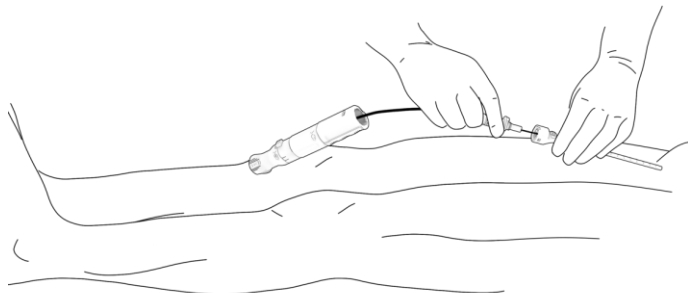

Abbildung 8. Vorschieben des PerQseal+ Gefäßverschlusssystems zur Einführschleuse
- b. Die Ladekanüle über den Führungsdraht zum Ansatz der Einführschleuse vorschieben, siehe Abbildung 8. Wenn sich die Verfolgung über den Führungsdraht als schwierig gestaltet, ist sicherzustellen, dass der Führungsdraht nicht geknickt ist und kein geronnenes Blut oder Thrombus vorliegt.